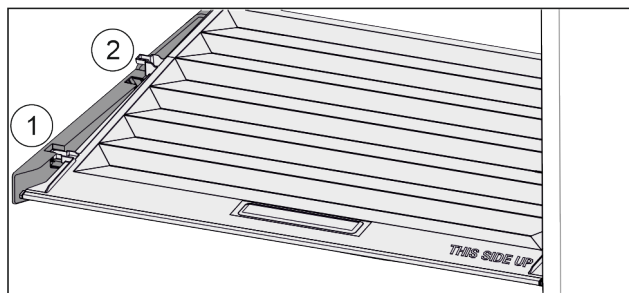

Fig. 117
- ▶ Deslice la tapa hacia delante hasta la abertura de las piezas de sujeción Fig. 117 (1).
- ▶ Levántela por detrás desde abajo y retírela tirando hacia arriba Fig. 117 (2).